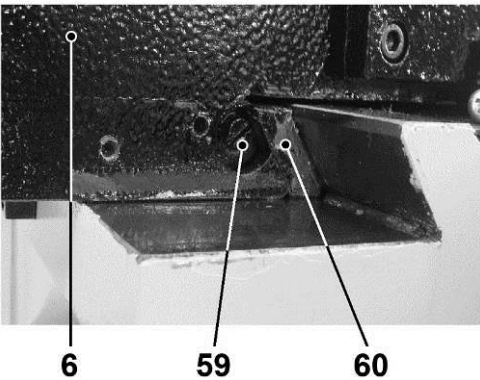

Рис. 12
9.2.3. Поверните регулировочный винт (59) клина (60) (Рис. 12) на конце консоли (49) по часовой стрелке, перемещая суппорт (6) до тех пор, пока не почувствуете небольшое сопротивление.